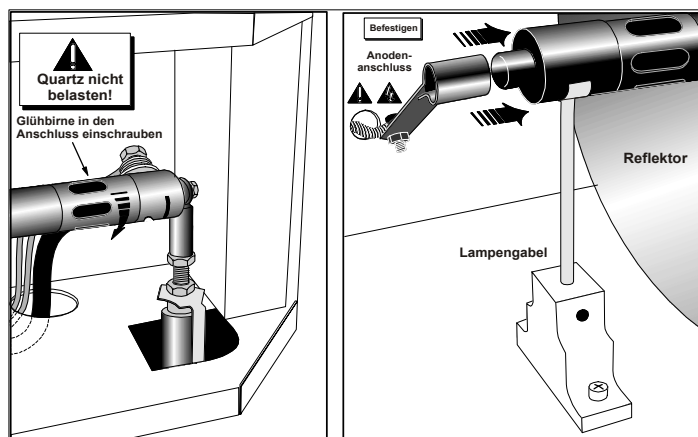

Abbildung 4-1 Installation der Glühbirne
- Installieren Sie die neue Lampe durch Einführen des mit Gewinde versehenen Kathodenendes (–) bei angelegter Schutzkleidung und Schutzschild in die negative Lampenanschlussmutter hinten im Lampenfach und schrauben sie es vollständig ein (**Abbildung 4-1**, links). Nur von Hand festziehen. **VORSICHT!** Nur am Kathoden-/Anodenendschaft anfassen, nie am Glas. Ziehen Sie die Schraube nicht zu fest. Beanspruchen Sie das Glas nicht zu sehr.
- Legen Sie das Anodenende (+) der Lampe auf die Lampengabel (**Abbildung 4-1**) und schieben Sie den positiven Lampenanschluss über das Glühbirnenende.